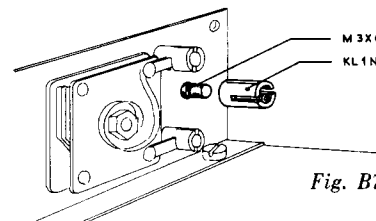

Fig. B7
4. Bevestig rechts naast de variabele condensator een klem met één gleuf (KL 1 N) aan de metalen montageplaat (figuur B7). Gebruik hiervoor een kort boutje.